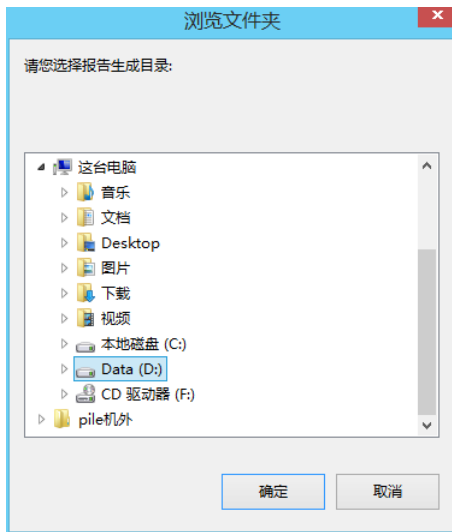

图 2.29 浏览文件夹对话框
- 2) 在**生成目录**下的编辑框中输入检测报告文件名（WORD 文档名）或点击其右边的**浏览**按钮，在弹出的“浏览文件夹”对话框（如图 2.29 所示）中选择报告文件保存的文件夹；报告文件名称缺省为第一个数据文件的名称，